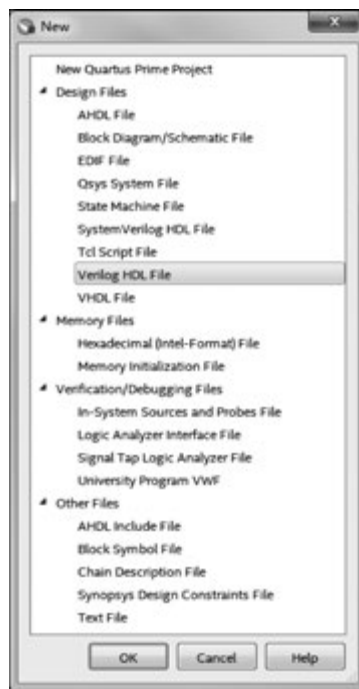
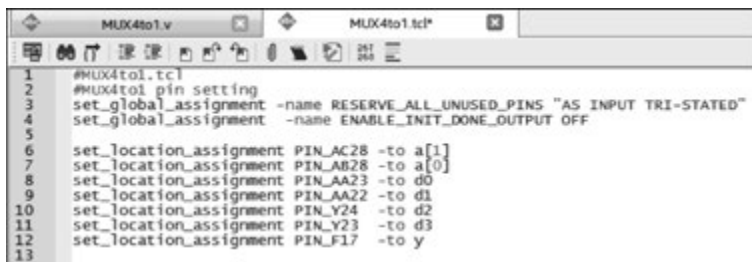

图 3-11 New 对话框
图 3-22 Tcl 文件编辑窗口
(1) 在 Quartus Prime 主界面中,执行 File→New 菜单命令,弹出如图 3-11 所示的 New 对话框,用于新建项目文件。
(1) 在 Quartus Prime 主界面中执行 Files→New 菜单命令,弹出 New 对话框(见图 3-11),选择 Design Files 栏下的 Tcl Script File,单击 OK 按钮进入 Tcl 文件编辑窗口。在窗口中输入 4 选 1 数据选择器 MUX4to1 的 Tcl 锁定信息,如图 3-22 所示。